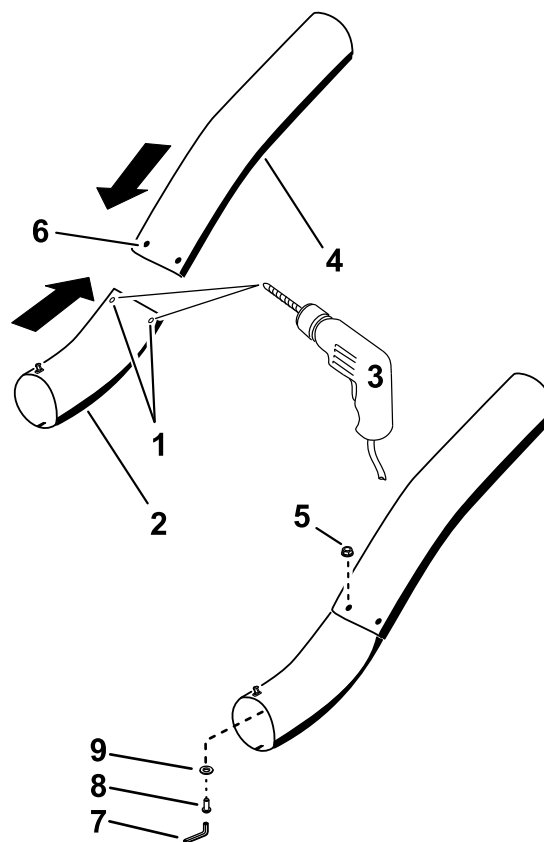

Figura 23
12. Usando los taladros existentes del tubo superior como plantilla, perfora 2 taladros de 6.5 mm (1/4 pulgada) de diámetro a través de los hoyuelos del tubo inferior (Figura 23).
15. Instale las arandelas (1/4 pulgada) en los pernos (Figura 23).
16. Utilizando una llave hexagonal, instale los tornillos (1/4 x 3/4 pulgada), y las arandelas (1/4 pulgada) desde el interior del tubo inferior, y a través de los taladros existentes del tubo superior (Figura 23).
17. Sujete los tubos con las tuercas (1/4 pulgada) (Figura 23).